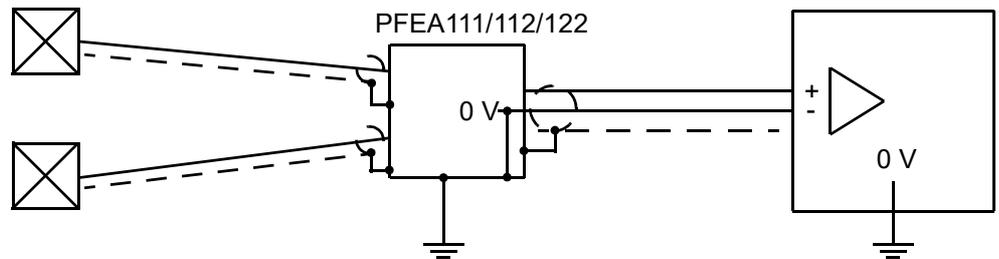
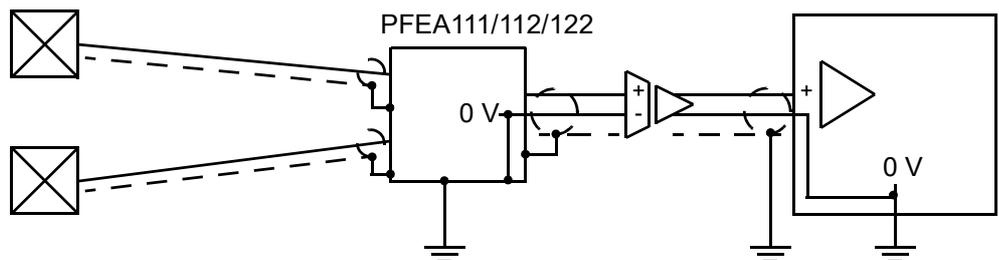

Figura 2-8. Conexión a un sistema superior con una entrada aislada o diferencial
Figura 2-9. Conexión a un sistema superior a través de un amplificador de aislamiento separado
- Dado que la tierra de la señal del sistema de medición está conectada a la masa del chasis de la unidad de control electrónico de tensión, la entrada de un sistema superior conectado al sistema de control no debe conectarse a tierra. Las mejores maneras de interconectar el sistema de medición con un sistema superior para lograr un funcionamiento óptimo se indican en Figura 2-8 y Figura 2-9.